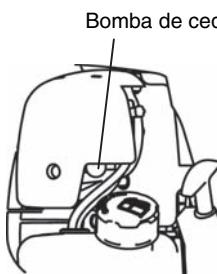

Figura 2
- (3) Continúe empujando la bomba de cedado hasta que entre combustible en la misma (Figura 2).